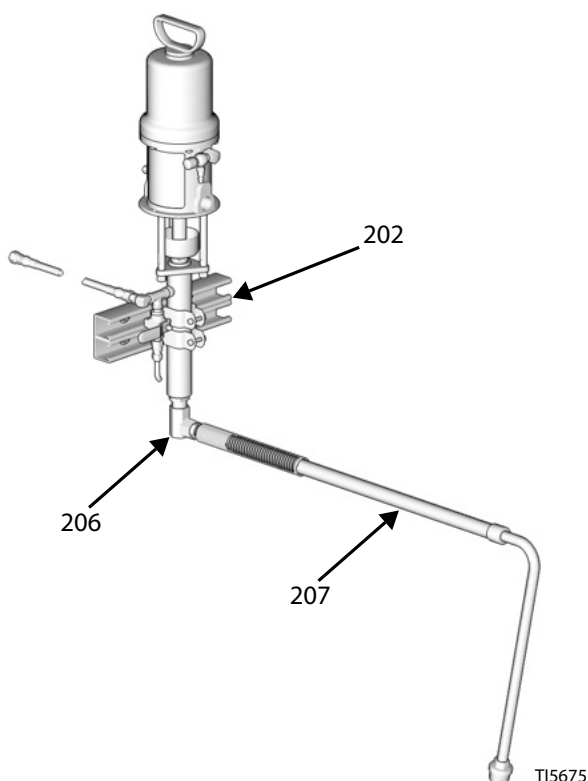

Рис. 1. Комплект промывки растворителем
- a. См. Рис. 1. Установите насос с помощью прилагаемого монтажного кронштейна (202) и соединительных деталей. Установите кронштейн на стене, на задней части стойки дозатора или на тележке.